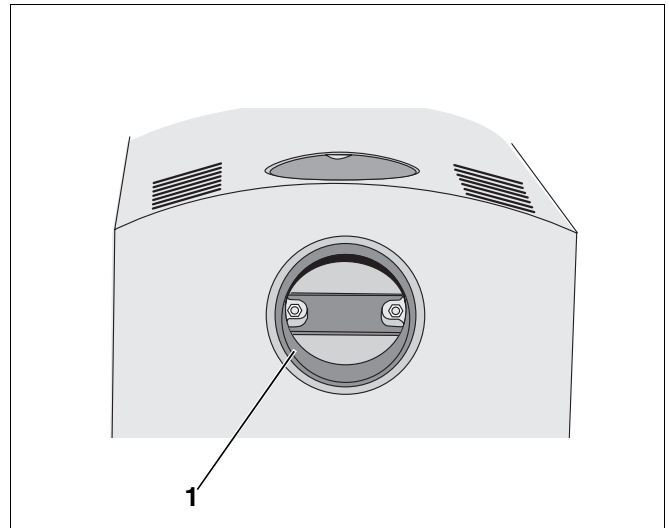

Abb. 5 Abgasanschluss Rückseite – Abgasstutzen
- Abgasstutzen am Abgasanschluss Rückseite des Kaminofens montieren (Abb. 5, **Pos. 1**).